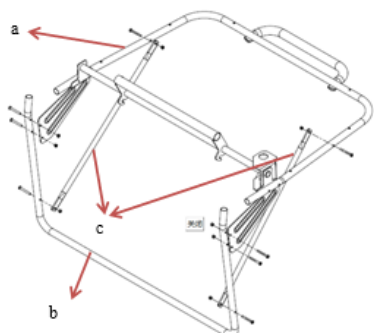

Fig.7D
1. Asamblați cadrul rotativ (a), cadrul de fixare inferior (b) și suportul diagonal (c) folosind șuruburi și piulițe, așa cum se arată în (Fig.7D)